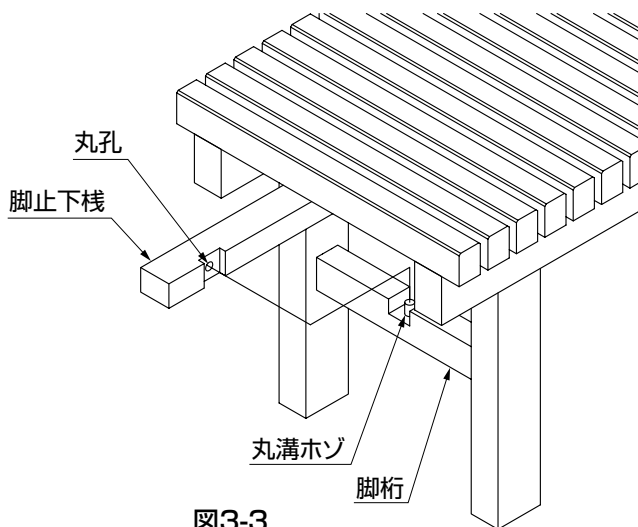

図3-3
- ②脚桁の丸棒ホゾと脚止下棧の丸孔に接着剤を付けて、はめ込んで取付けてください。(図3-3参照)